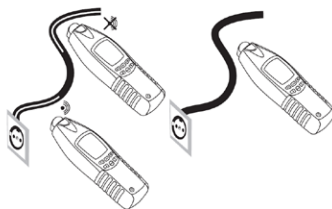

Рис. 18
- b. Подключите передатчик к исследуемому проводнику как показано на рис. 18. Провод, подключённый к гнезду «COM» передатчика должен находиться на расстоянии более 2 метров от исследуемого проводника (превышающем глубину обнаружения провода).
- c. Поднесите измерительный наконечник приёмника к исследуемой цепи (рис. 18).